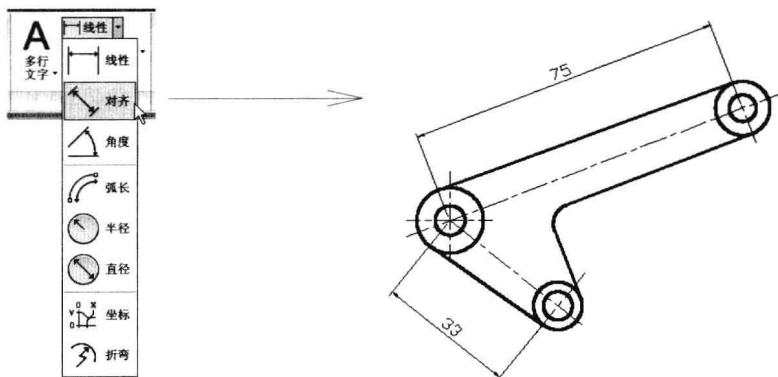

图 7-3-7
(1) 单击“线性”按钮  右侧的下拉按钮，在弹出的列表中选择“对齐”，或者选择菜单命令“标注/对齐”。
(2) 命令行提示“指定第一条延伸线原点或<选择对象>”，捕捉并单击一点。
(3) 命令行提示“指定第二条延伸线原点”，捕捉并单击一点。
(4) 命令行提示“指定尺寸线位置或[多行文字 (M) / 文字 (T) / 角度 (A)]”，移动鼠标，在两点之间拉出标注线，单击鼠标，确定标注线的位置，对齐标注创建完成，如图 7-3-7 所示。